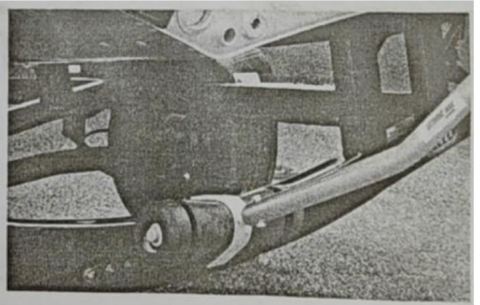

Figure 2
2. Comme indiqué sur la figure 2, installez la tige réglable 3 (numéro 7) sur le support de tambour de la remorque.